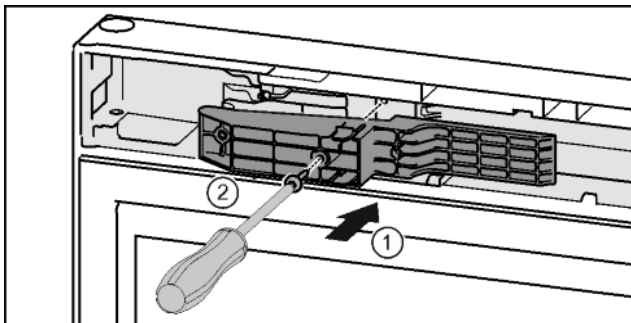

Fig. 46\*
- ▶ Вставить деталь адаптера в отверстие на стороне ручки.\* Fig. 46 (1)
- ▶ Затянуть винты отверткой T15.\* Fig. 46 (2)